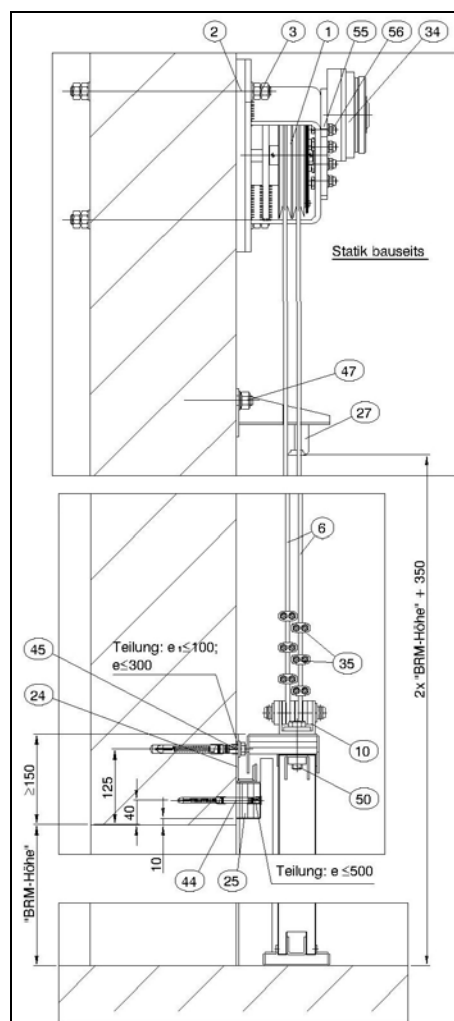

Abb.2
Hinweis: Je nach Torblattgewicht werden die Hubtore werkseitig mit Doppel- oder Dreifachseilrollen ausgestattet, Abb. 2 und 4.
Die beiden Tragseile (6) entsprechend dargestellter Anordnung auflegen, Abb.2. Doppelseilrollen dürfen an Toren im Zuge bahngebundener Förderanlagen **nicht** eingesetzt werden, vgl. Kap.2.2.4.2.